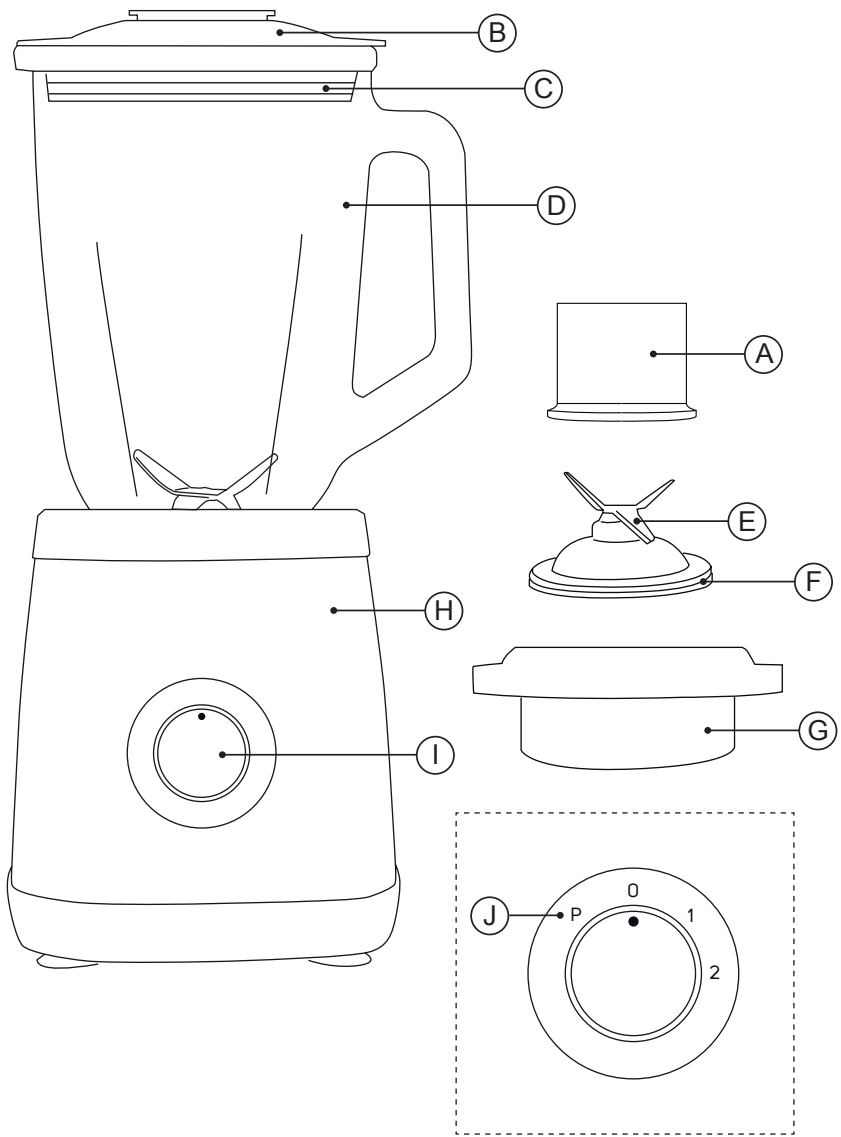

Fig.1
- Asegúrese de que el aro de fijación de las cuchillas está bien sujeto a la jarra (girándolo en el sentido de las agujas del reloj) antes de colocar en cuerpo motor. (Fig.1).